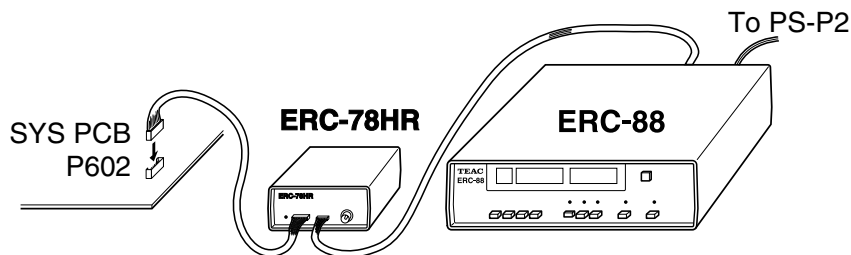

Fig. 5-4
- 1) As shown in Fig. 5-4, connect the ERC-88 error rate counter (P/N:5772926600) to P602 on the SYS PCB via the ERC-78HR adaptor (P/N:V00089100A).
- 1) 図5-4のように、SYS PCBのP602にアダプターERC-78HR（品番:V00089100A）を介してエラーレートカウンターERC-88（品番:5772926600）を接続する。